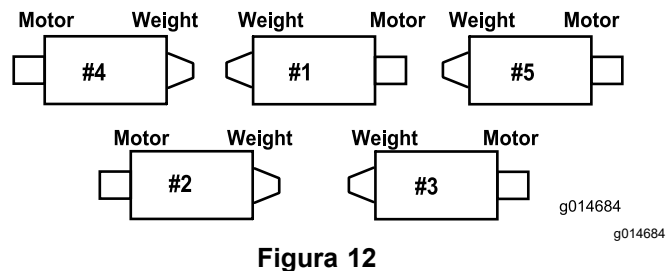

**Figura 11**
- C. Monte o parafuso no tubo da mola no separador oposto na estrutura de suporte e prenda com a porca flangeada. A cabeça do parafuso deve ser colocada no lado de fora do separador conforme ilustrado na Figura 11.
D. Monte o suporte da barra nos separadores da unidade de corte com os parafusos e porcas da carroçaria (Figura 11). Adicionalmente, na unidade de corte, monte o guia de tubos do lado esquerdo na frente dos separadores da unidade de corte ao reinstalar o suporte da barra (Figura 13).